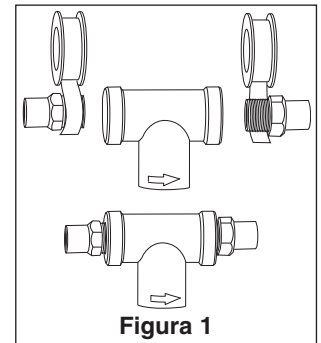

Figura 1
1. Utilice la cinta de PTFE para envolver los extremos roscados de los adaptadores y enrosque ambos extremos de la cabeza del cartucho. **No** utilice ningún sellador de roscas ni grasa para roscas ya que pueden contener solventes que pueden deteriorar los accesorios. (Figura 1)